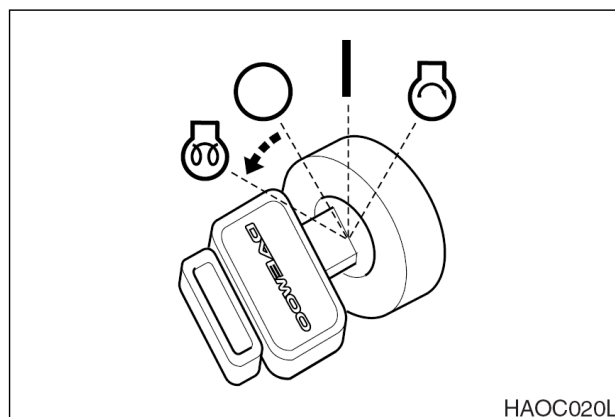
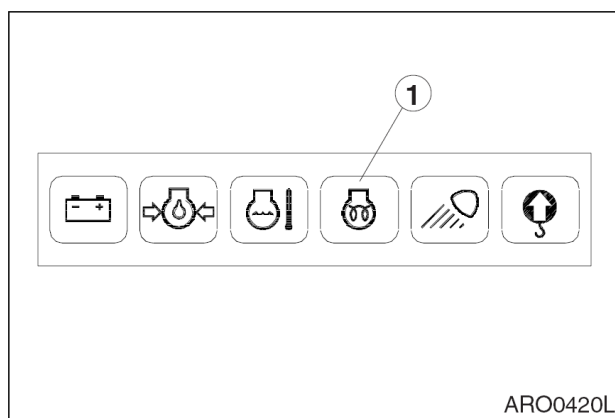

Рис. 10
Рис. 11
4. Повернуть стартер положение предварительного прогрева (**PREHEAT**), рис. 10. Держать его в этом положении 19 секунд. Когда цикл подогрева завершится, загорится индикатора завершения подогрева (1, рис. 11).